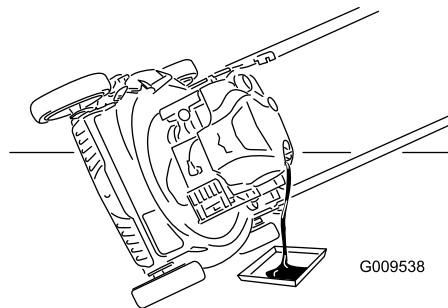

Рисунок 22
7. Переверните машину на одну сторону так, чтобы маслозаливная горловина была направлена вниз, для слива отработанного масла через маслозаливную горловину на поддон для сбора масла (Рисунок 22).